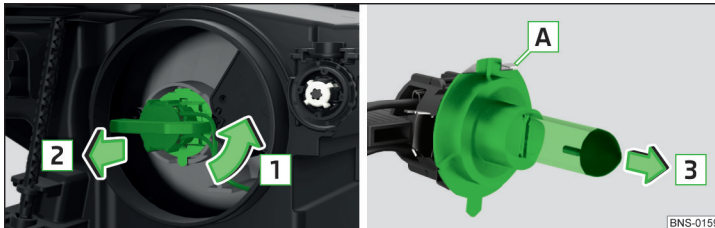

Abb. 372 Glühlampe für Abblendlicht wechseln
- › Den Stecker mit der Glühlampe in Pfeilrichtung **1** drehen » Abb. 372.